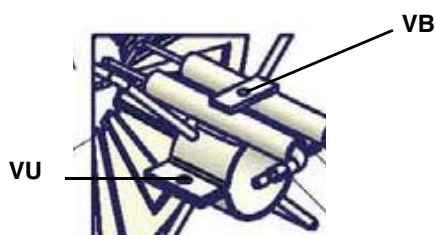

Fig. 27
- Svitare i connettori nafta E (Fig. 27) che fissano i flessibili nafta alla lancia L e rimuovere il gruppo completo come mostrato in figura.